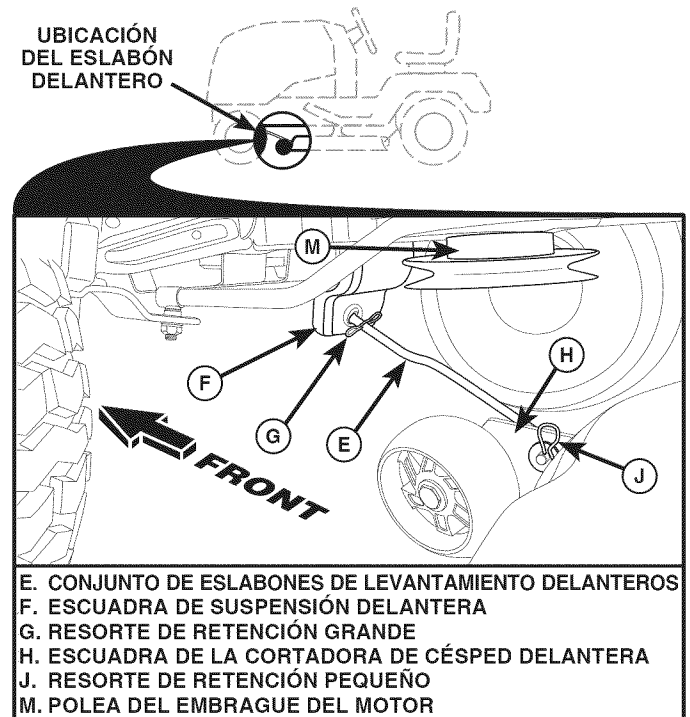

Fig. 14
8. INSTALE EL ES LABÓN DELANTERO (E) (Vea Fig. 14)
- Desde la parte delantera del tractor, inserte el extremo de varilla del eslabón delantero (E) a través del agujero delantero de la escuadra de suspensión delantera del tractor (F).
- Muévase hasta el lado izquierdo de la cortadora e inserte un resorte de retención grande (G) a través del agujero del eslabón delantero (E) detrás de la escuadra de suspensión delantera (F).
- Inserte el otro extremo del eslabón (E) en el agujero de la escuadra derecha de la cortadora de césped (H) y asegure con una arandela y un resorte de retención pequeño (J).